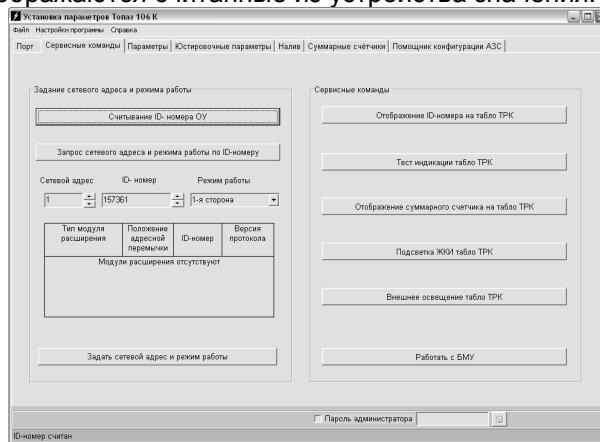

Рисунок 12
8.2.2 На вкладке "Сервисные команды" производится настройка сетевого адреса рукава и режимов работы рукава устройства по его ID-номеру (рисунок 12).